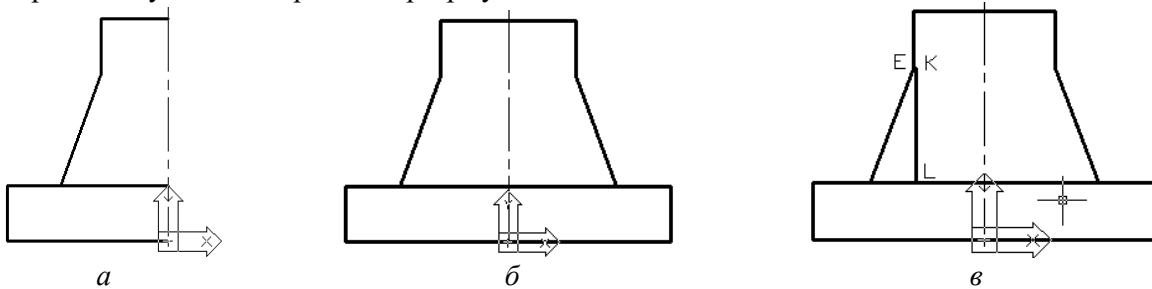

Рис. 4.3
3. Будують половину зображення зовнішнього контуру деталі за командою **Отрезок** (Відрізок), починаючи з точки, яка має координати **0,0** (рис. 4.3, а).
4. Копіюють побудоване зображення відносно осьової лінії за командою **Зеркало** (Дзеркало) (рис. 4.3, б).
5. Будують проекції ліній перетину площин призми з циліндром (проекції мають вигляд прямих EK і KL ; рис. 4.3, в). Координату X точки K визначають за об'єктною прив'язкою до проекції прямої KL на виді зверху, яка проектується там точкою. Справа проекції ліній перетину не креслять, оскільки тут буде розташовуватись зображення розрізу.